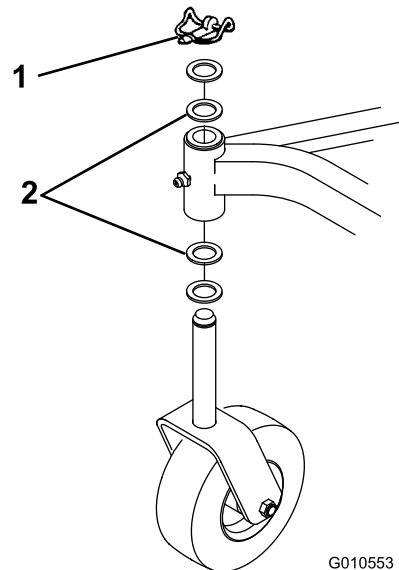

Figure 18
4. Insérez un chasse-goupille dans le haut ou le bas du tube de montage et chassez la bague hors du tube (Figure 18). Chassez ensuite l'autre bague. Nettoyez l'intérieur du tube de montage pour éliminer toute saleté.